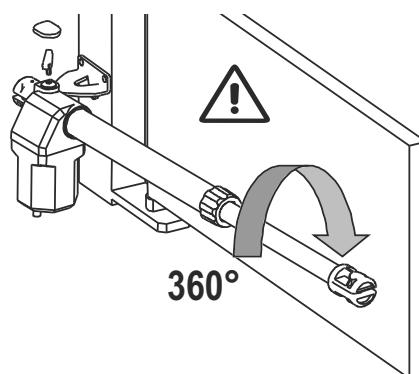

AFB. 4
- 4 - Bevestig de plaat A aan de pilaar, neem de gegevens van AFB. 4 en TAB. 1 in acht. Vergeet niet de neiging.